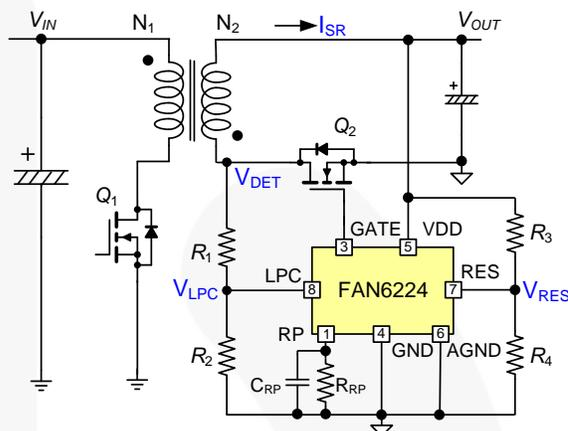
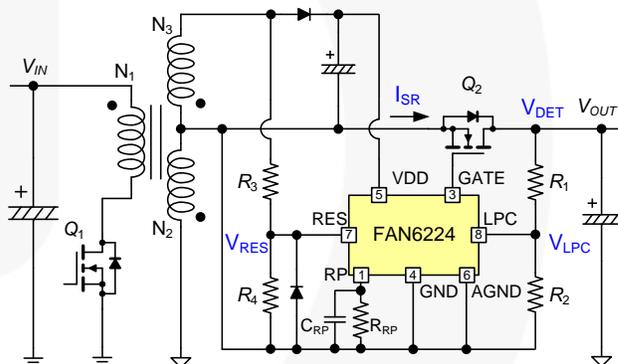
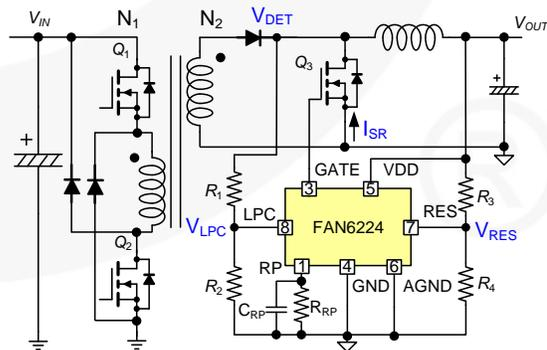

图1. 低端反激式转换器的典型应用电路
图2. 高端反激式转换器的典型应用电路
图3. 双开关正激续流整流的典型应用电路
FAN6224是一款可驱动MOSFET而实现更高效率的次级端同步整流(SR)控制器。该器件适合连续导通模式(CCM)、非连续导通模式(DCM)和准谐振(QR)反激式转换器,在低侧和高侧整流中皆可运用,如图1和图2所示。该器件还可用于正激或双管正激续流整流,如图3所示。
SR MOSFET关断时序通过线性预测时序控制确定,工作原理基于的是伏秒平衡定理。该控制算法通过检测次级端绕组电压和输出电压实现,如图1所示。该方法可避免使用感应电阻,从而提高效率。此外,该方法不依赖MOSFET的导通电阻,因此提高了MOSFET选型的灵活性。
对于低端应用，输出 (V_{OUT}) 可为 FAN6224 供电。如图 1 所示， V_{DD} 引脚与 V_{OUT} 直接连接。 V_{DD} 的工作范围为 11.5 V 至 26 V。若额定输出电压超出该范围或者 FAN6224 用于高端应用，则需用辅助绕组 (N_3) 为 FAN6224 供电。辅助绕组反映的是 V_{OUT} ，因此 V_{DD} 可由下式推导得出：
如图 1 所示，LPC 和 RES 引脚的电阻需针对线性预测时序控制进行适当设计。当设计四个电阻时，从 LPC 部分开始设计。首先，选择 LPC 电阻比率 ($Ratio_{LPC}$)，确定合适的 LPC 工作范围。然后根据 $Ratio_{LPC}$ 的值选择适当的 R_1 和 R_2 电阻。其次，选择分压比 (K)。则可得出 RES 电阻 ($Ratio_{RES}$) 比率。最后，根据 $Ratio_{RES}$ 确定 R_3 和 R_4 ，完成设计。